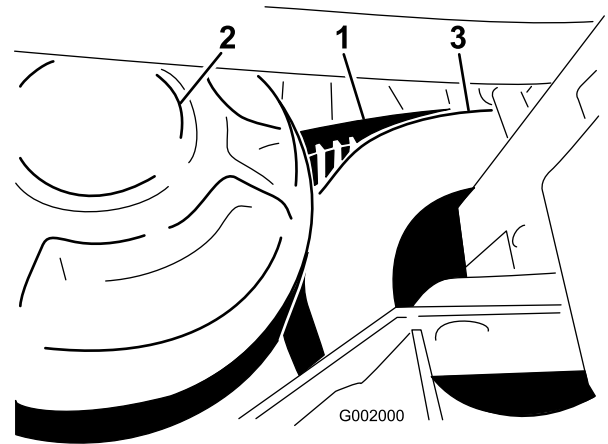

Figura 66
1. Rode e coloque a correia sobre a embraiagem secundária (Figura 66).